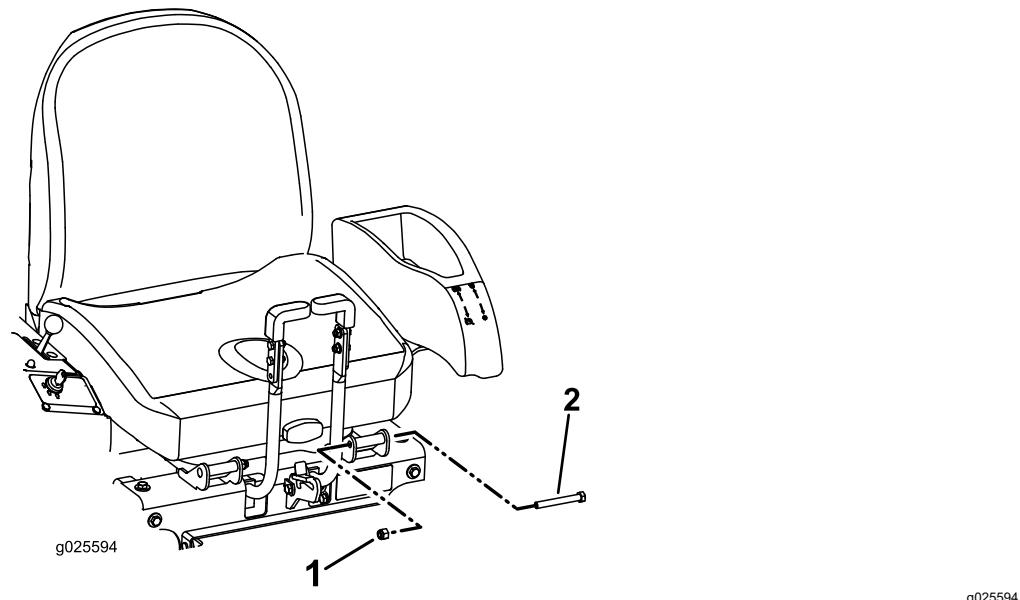

Bild 7
3. Entfernen Sie die beiden Schrauben und die beiden Sicherungsmuttern des Scharniers der Vorderseite des Sitzes (Bild 7).